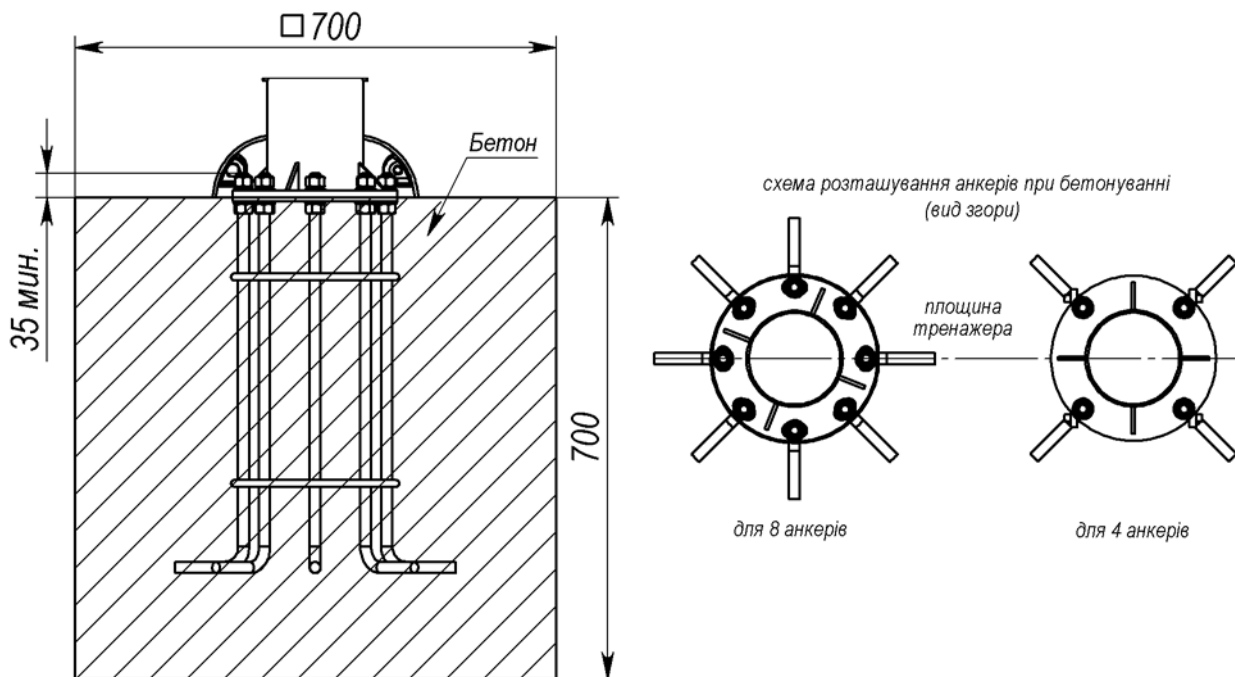

Рисунок 1 Схема монтажу фундаменту
5. Втопити закладну в бетонний розчин до рівня опорної пластини, витримуючи її горизонтальність за допомогою будівельного рівня та враховуючи розташування тренажера в потрібному напрямку. Анкери повинні виступати над рівнем опорної пластини не менше 35 мм (рисунок 1).